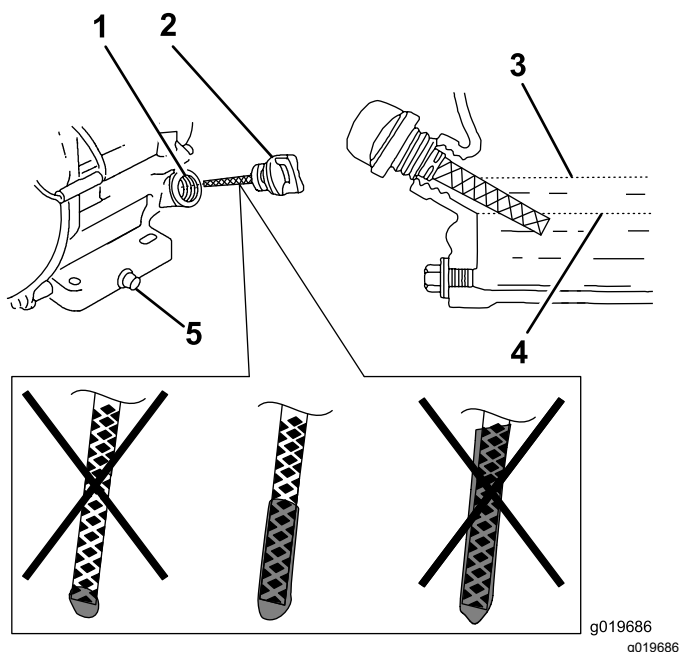

Figura 28
6. Retire a vareta e verifique o nível de óleo do motor (Figura 28).